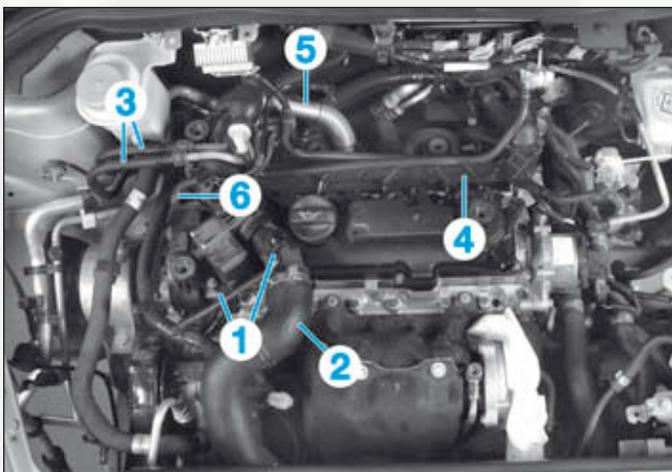

FIG.51
- les connecteurs (1) du boîtier papillon (Fig.51),
- la canalisation d'air (2),
- les canalisations (3) de carburant et les écarter.